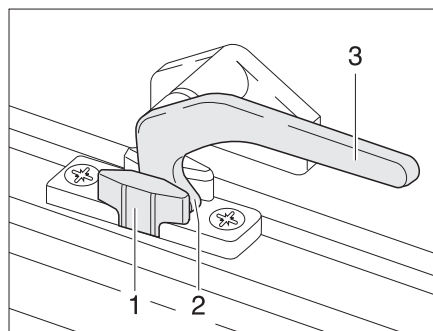

Fig. 58 Levier de verrouillage en position "Aération permanente"
- En position "Aération permanente" (Fig. 58)
- Tourner le levier de verrouillage (Fig. 58,3) d'un quart de tour vers le centre de la fenêtre.
- Remettre le levier de verrouillage en position initiale. Le tenon de verrouillage (Fig. 58,2) doit pénétrer alors dans le logement prévu à cet effet dans le verrouillage de fenêtre (Fig. 58,1).